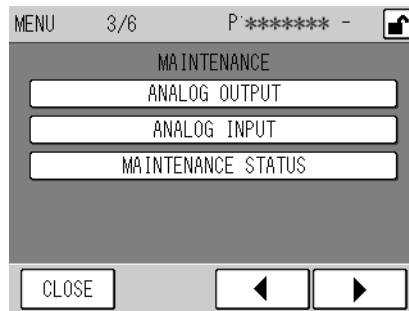

Fig. 54 MENU/MAINTENANCE screen
- MAINTENANCE (Fig. 54 on page 43)